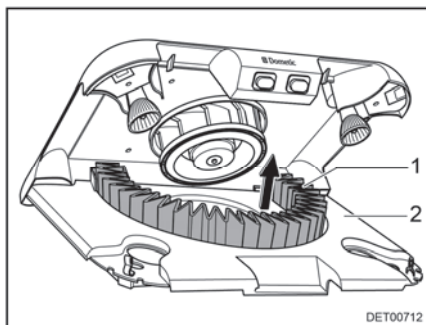

Bild 165 Byta aktivt kolfilter
- Ta ut det aktiva kolfiltret (Bild 165,1) uppåt från hållaren.
- Sväng upp filterhållaren (Bild 165,2) tills den hakar fast.